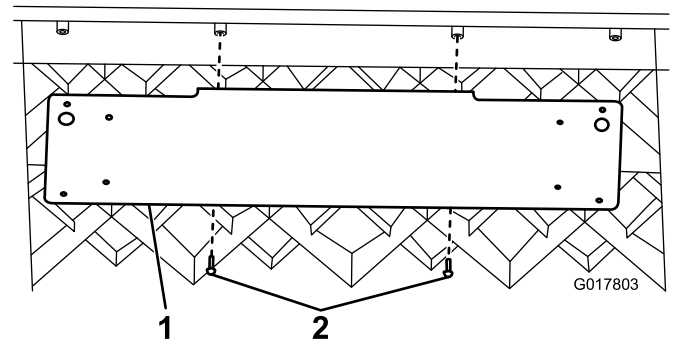

図 11
1. 荷台の裏側にプレートブラケットを取り付ける；ねじ (#10-3/4 インチ) 2本を使用する (図 11)。